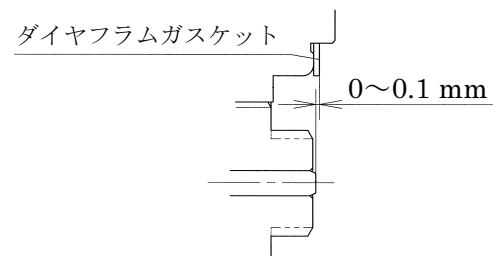

図 8 すきまの調整
- f) パイロット弁体(13)、パイロット弁座(11)の交換は一对で行ってください。パイロット弁体(13)の先端がダイヤフラムガスケット(9)の上面から 0~0.1mm になるようにパイロット弁座ガスケット(12)の厚さと枚数を加減して調整してください(図 8 参照)。パイロット弁座ガスケット(12)は 0.1~0.5mm の 5 枚セットで用意してあります。なお、ダイヤフラムガスケット(9)が新品の場合は締めると 0.4mm つぶれますから注意してください。